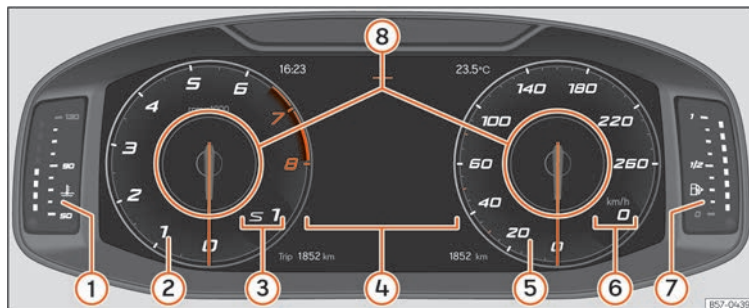

Fig. 62 SEAT Digital Cockpit no painel de instrumentos [vista clássica].
Em todas as vistas é possível personalizar a informação que aparece em **Perfis de informação** »» **Fig. 62 ⑧**.
Os ponteiros de rotações por minuto e do velocímetro aparecem em todo o seu comprimento » **Fig. 62.**